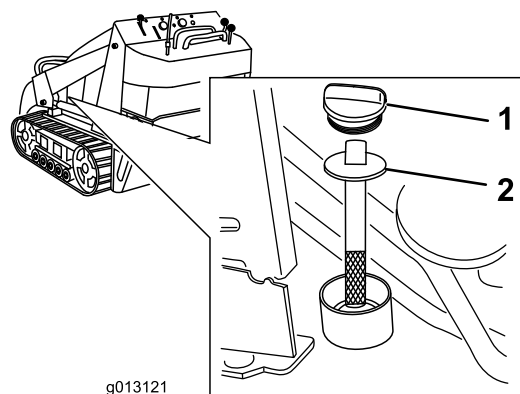

Figura 55
5. Togliere il tappo del serbatoio idraulico e l'asta di livello (Figura 55).